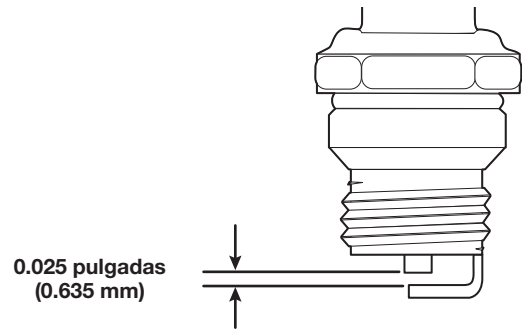

Fig. 19
4. Use un calibrador de separación para ajustar una separación de aire de **0.025 pulgadas (0.635 mm)** (Fig. 19).